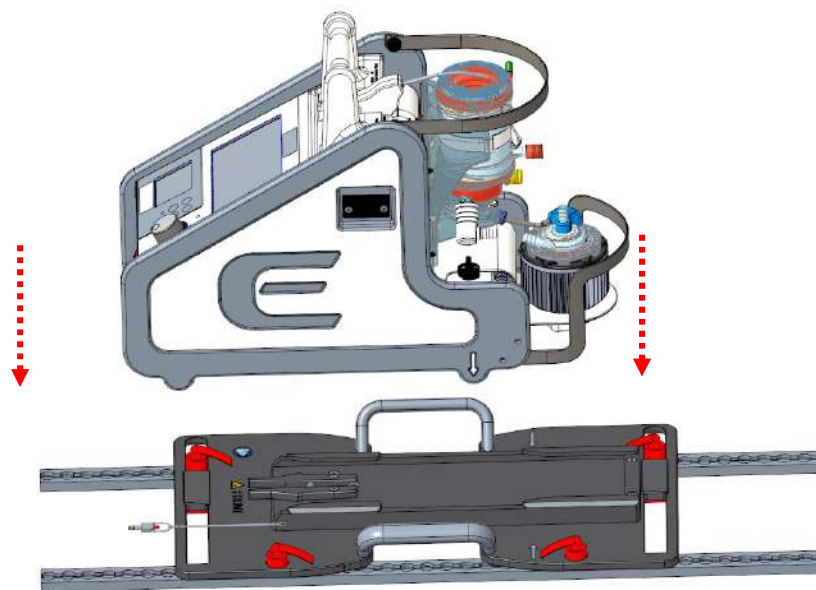

Рисунок 7
- 2)- Отрегулировать консоль **ECMOLIFE** относительно **пластинодержателя ECMOLIFE для автомобиля скорой помощи** таким образом, чтобы дисплей консоли **ECMOLIFE** располагался на «**ЛИЦЕВОЙ СТОРОНЕ**» **пластинодержателя** (рисунок 7).